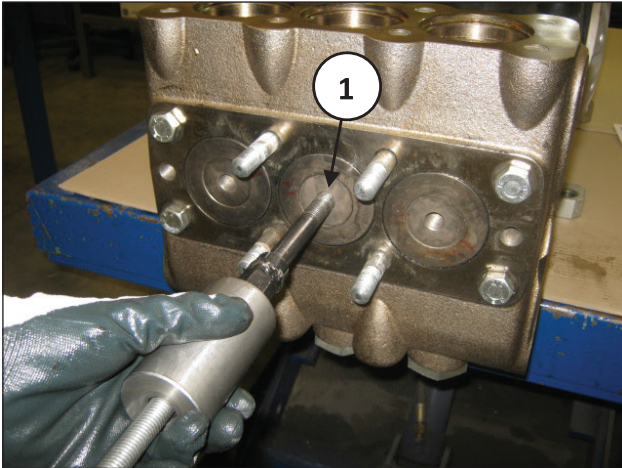

Fig. 103
- B) Extraia as tampas dianteiras usando um martelo extrator M16 (pos. ①, Fig. 103).
Para a extração da vedação do pistão, traga todo o grupo ao Ponto Morto Superior e opere conforme indicado a seguir: Desmonte a cobertura anterior, conforme indicado na Fig. 120. Extraia as tampas anteriores mediante o uso de um extrator do martelo M16 (Fig. 103).